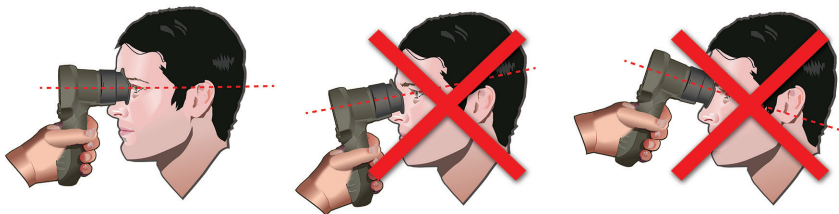

Fig. 21
- L'operatore deve posizionare lo strumento ad angolo retto rispetto all'asse visivo del paziente, evitando il più possibile di inclinarlo (Fig. 21).